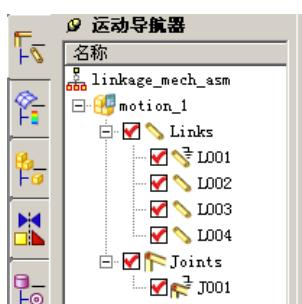

图 2.4.3 “运动导航器”界面
- 连杆定义完成后，“运动导航器”界面如图 2.4.3 所示，在“motion\_1”节点下显示连杆 (Links) 和运动副 (Joints)。